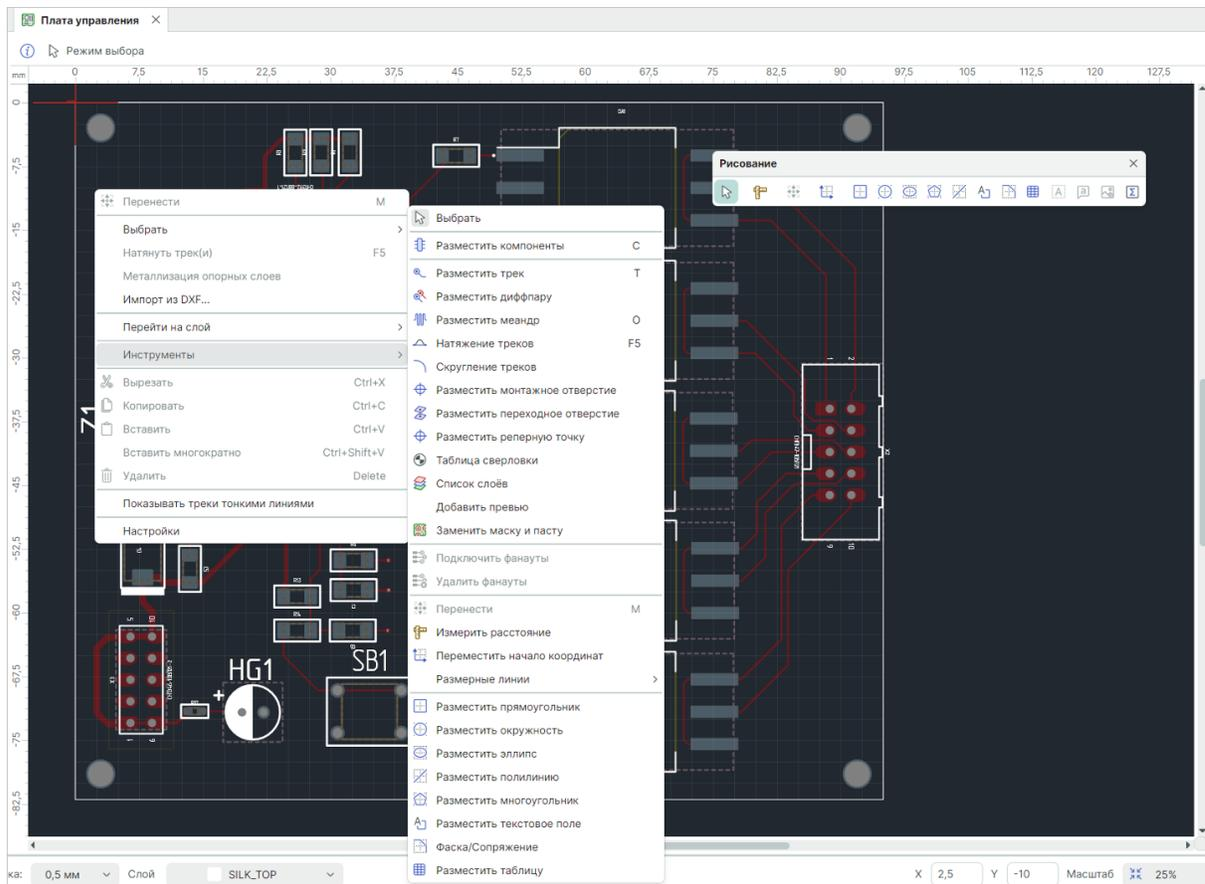

Рис. 211 Инструменты графического редактора
2. Разместите необходимые графические объекты, используя инструменты графического редактора, см. Рис. 211. При этом для слоев, не предназначенных для размещения графической информации, инструменты графического редактора будут недоступны.